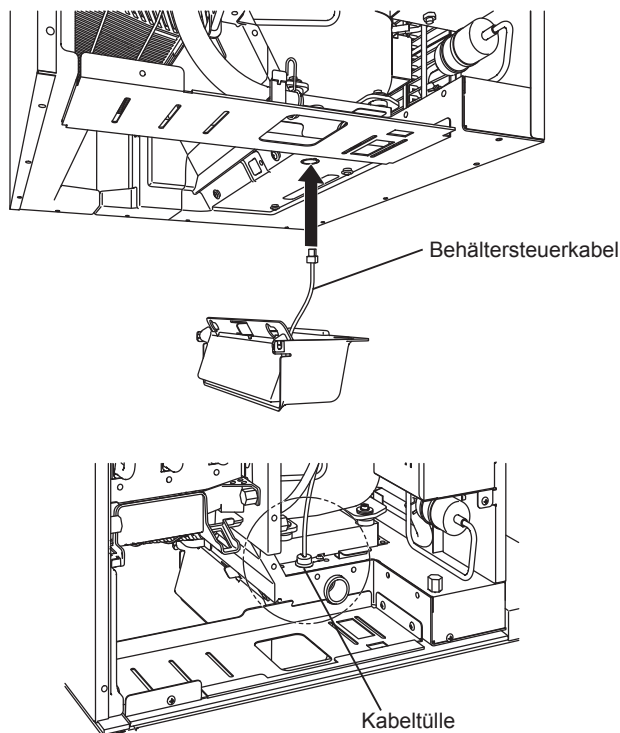

Abb. 4
6) Das Behältersteuerkabel durch die Öffnung unten im Geräteboden und danach durch die mitgelieferte Kabeltülle verlegen. Siehe Abb. 4.